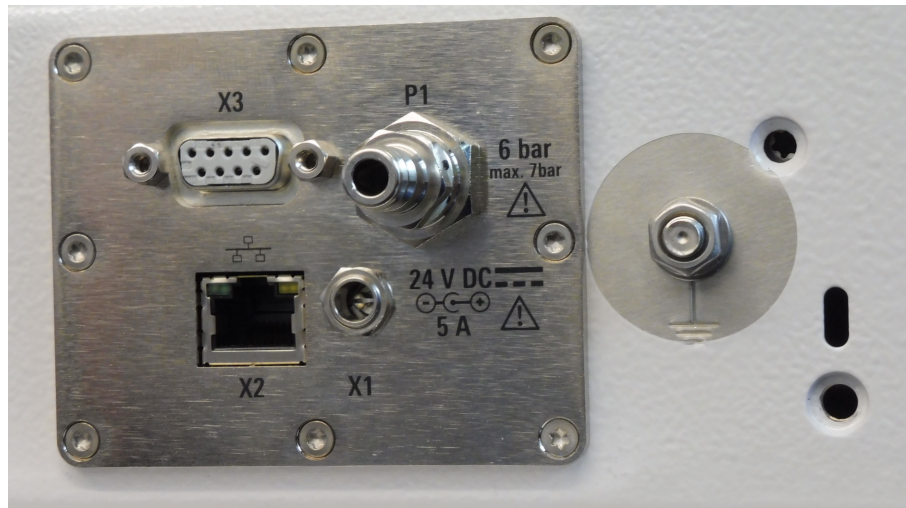

Bild 6-6: Versorgungs- und Bedienfeld
Der Schnellkupplungsstecker [P1] (siehe Bild 6-6) wird mit einem zusätzlichen Push-Pull-Adapter auf flexible Schläuche mit 6 mm Durchmesser geliefert.
1. Zur Fernsteuerung über einen **seriellen Anschluss** schließen Sie ein RS-232-Kabel von Ihrem Steuersystem an den D-Sub 9-Anschluss an (siehe [\[X3\]](#) in Bild 6-6).
- Zur Fernsteuerung über **Ethernet** schließen Sie ein LAN-Kabel Ihres Steuersystems an den RJ-45-Steckverbinder an (siehe **[X2]** in Bild 6-6). Sie können ein LAN-Kabel von beliebiger Länge verwenden. Die Ethernet-Konfiguration wird in "Konfigurieren des LAN-Netzwerks" auf Seite 37 beschrieben.